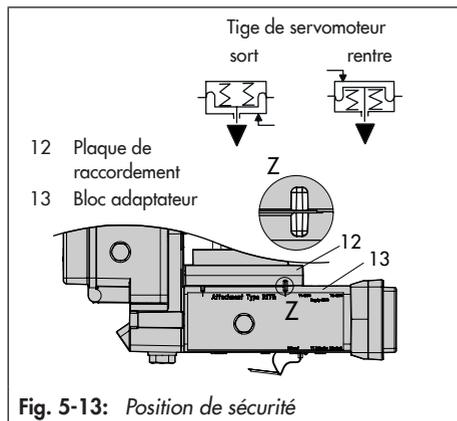

Fig. 5-13: Position de sécurité
adaptateur (13) correspond à celle de la plaque de raccordement (12) (Fig. 5-13).